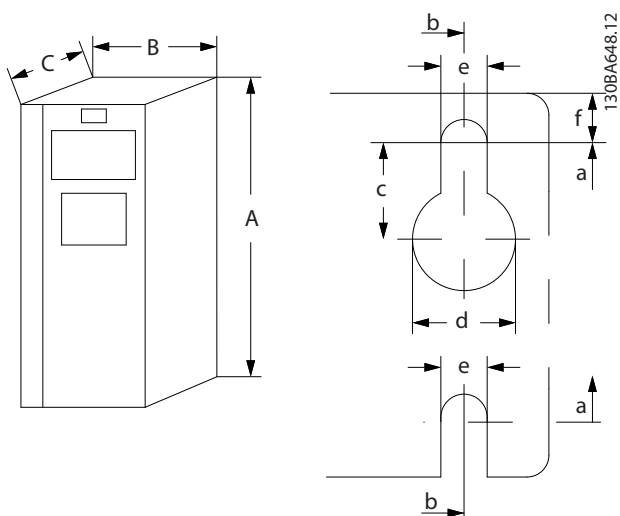
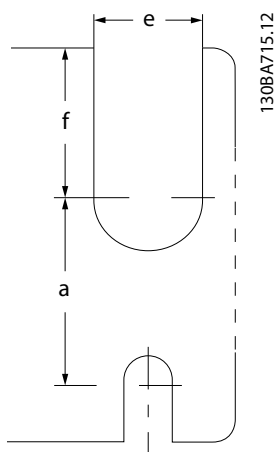

图 8.2 顶部和底部安装孔 (请参阅章 8.9 额定功率、重量和尺寸)
图 8.3 顶部和底部安装孔 (B4、C3、和 C4)
1) 有关顶部和底部安装孔, 请参阅图 8.2 和图 8.3。